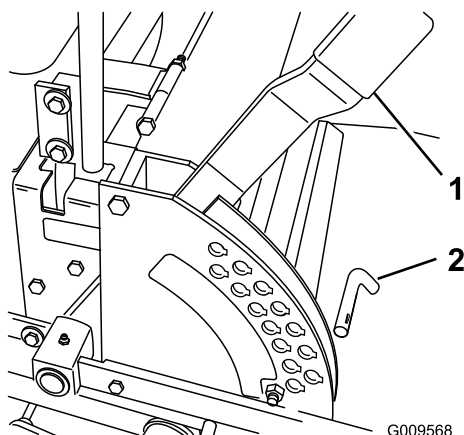

Figura 28
1. Alzate la leva dell'altezza di taglio in posizione di trasporto (anche la posizione di TRASFERIMENTO 127 mm dell'altezza di taglio) (Figura 28).
2. Per regolare, spostate la spina dalla staffa dell'altezza di taglio (Figura 28).
3. Nella staffa dell'altezza di taglio scegliete un foro corrispondente all'altezza richiesta, ed inserite la spina (Figura 28).